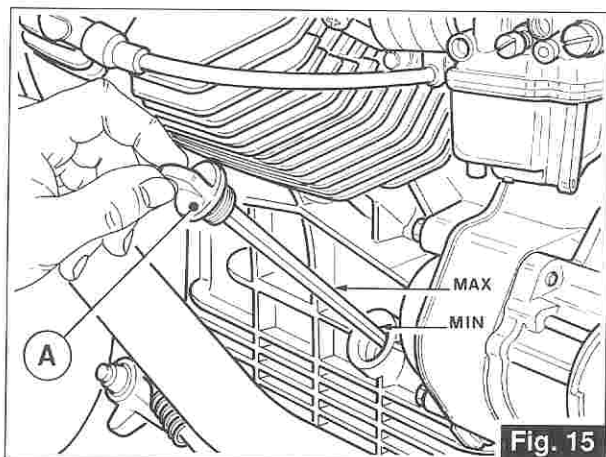

Fig. 15
4.1 LUBRIFICAZIONE DEL MOTORE (fig. 15)
«A» Tappo immissione olio con astina di controllo livello (fig. 15).
4.1 ENGINE LUBRICATION (fig. 15)
«A» Oil filler plug with dipstick (fig. 15).